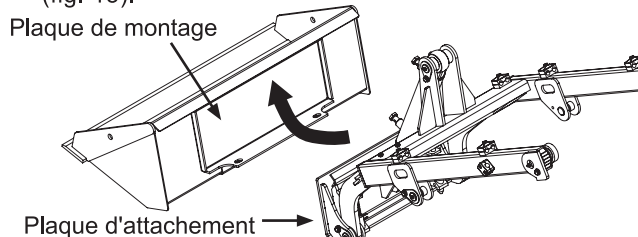

Fig. 15
4. Positionnez la plaque de montage dans la lèvre supérieure de la plaque de réception de l'attache (fig. 15).